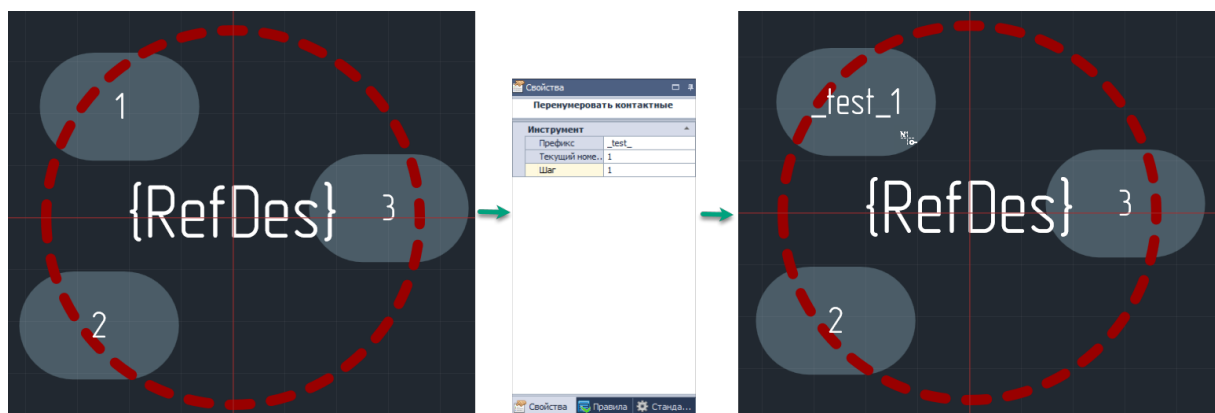

Рис. 152 Последовательное переименование контактных площадок
3. Переместите курсор между контактными площадками, нажимая на каждой площадке левую кнопку мыши – номера контактных площадок будут увеличиваться согласно заданному на панели «Свойства» шагу, см. Рис. 152. В правой части рисунка показан курсор, которым обозначается инструмент.